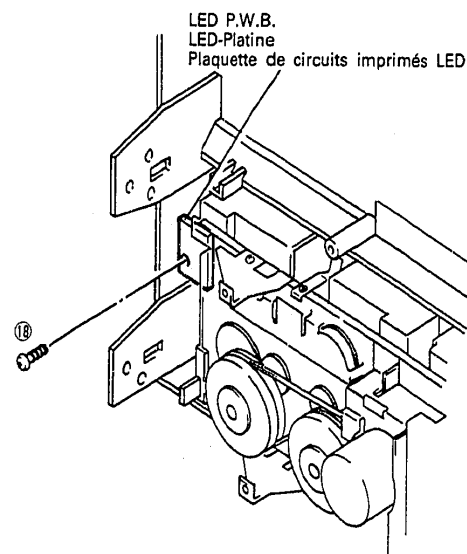

Fig. 15 Abb. 15
17. **LED-Platine (Abb. 15)**
17. Plaquette de circuits imprimés LED 2 (Fig. 15)